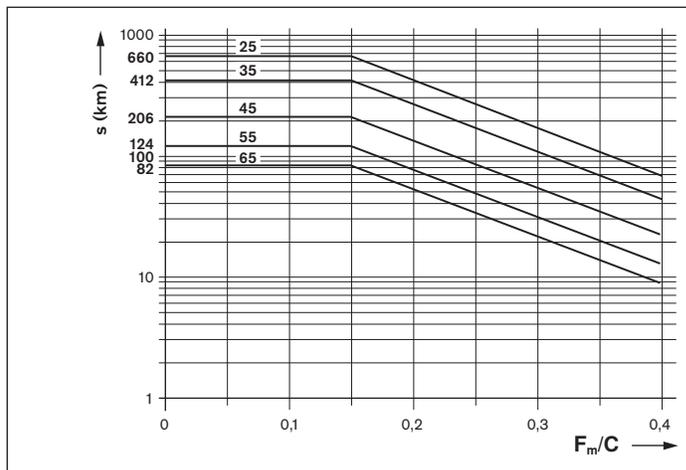

图 2：补充润滑周期
- ▶ 在润滑接口上加注符合表 4 的最小量，直到达到补充润滑周期 (图 2) 为止。
- ▶ 给每个润滑接口加注符合表 4 的最小量，直到达到补充润滑周期 (图 2) 为止。为此所需的润滑脉冲数以及润滑节拍的计算方法请参见补充润滑 (正常行程) 中的描述。
提示：为此所需的润滑脉冲数是表 4 给出的最小补充润滑量与根据表 5 所选的活塞分配器规格之间的商的取整值。活塞分配器最小许用规格不取决于安装位置。根据公式 1 的润滑节拍是补充润滑周期 (根据图 2) 除以计算得出的润滑脉冲数 (参见设计举例) 所得的商。
- s = 根据图 2 的补充润滑周期 (km)
- C = 额定动载荷 (N)
- F_m/C = 轴承当量动载荷 (N)